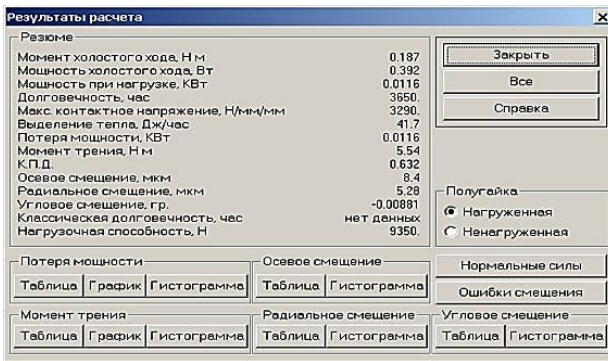

Рис. 56
6. Просмотр результатов расчета. Для просмотра результатов расчета выбираем пункт меню *Результаты*. В открывшемся диалоговом окне «*Результаты расчета*» (рис. 56) можно просмотреть общие результаты расчета по нагруженной или ненагруженной полугайке (группа параметров *Резюме*). Кроме того, нажатием соответствующих кнопок можно вызвать диалоговые окна просмотра отдельных параметров передачи, таких как момент трения, потери мощности, различные смещения и т.д.